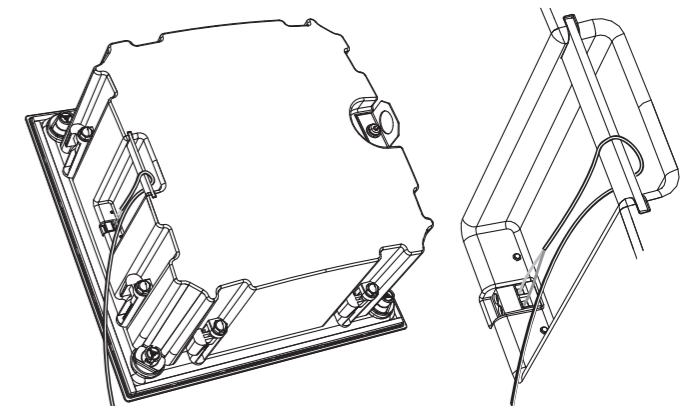

Fig. 15. Wiring the back can
3. El cable del altavoz se puede enrollar alrededor de la barra cerca de los terminales de tornillo en la parte trasera (Fig.15).